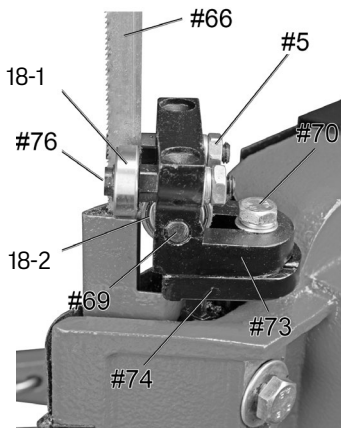

Fig. 18
1. Vérifiez si les surfaces d'appui de support de guide-lame (n°s 67 et 74) sont placées à l'écart de la lame de scie. Un jeu de 0,000 po (contact très faible) à 0,001 po devrait exister entre la lame de scie et les roulements du guide-lame (fig. 18).